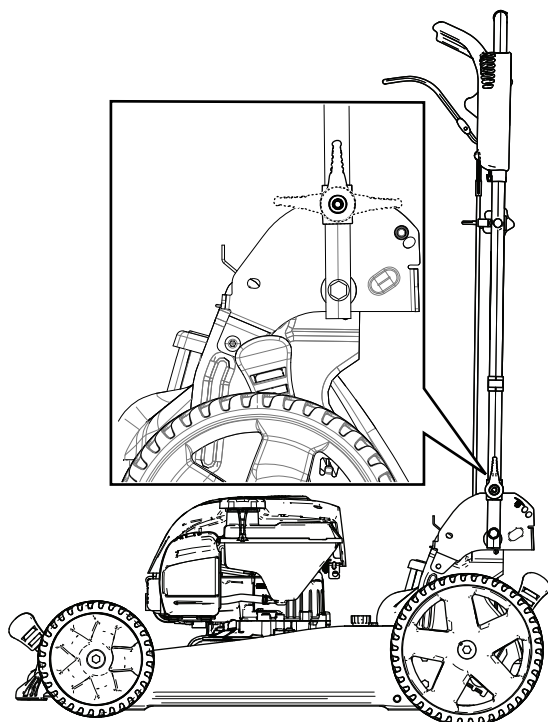

Figura 21
3. Pliegue el manillar hacia adelante, a la posición vertical o a la posición de plegado completo, según se indica en Figura 21.